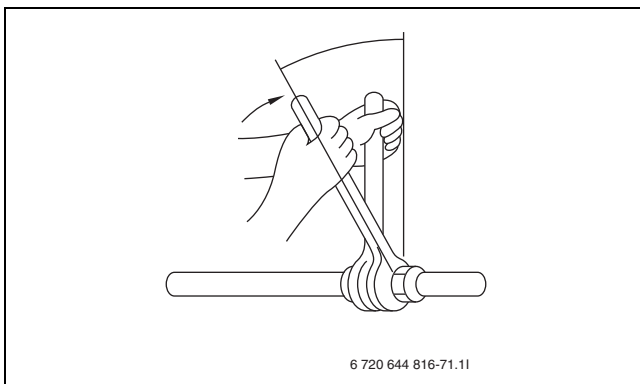

Рис. 20 Затягивание гайки двумя ключами
- ▶ Затяните фланцевые гайки динамометрическим ключом. Момент затяжки согласно таб. 4. Используйте ещё один ключ для упора от проворачивания (→ рис. 20).